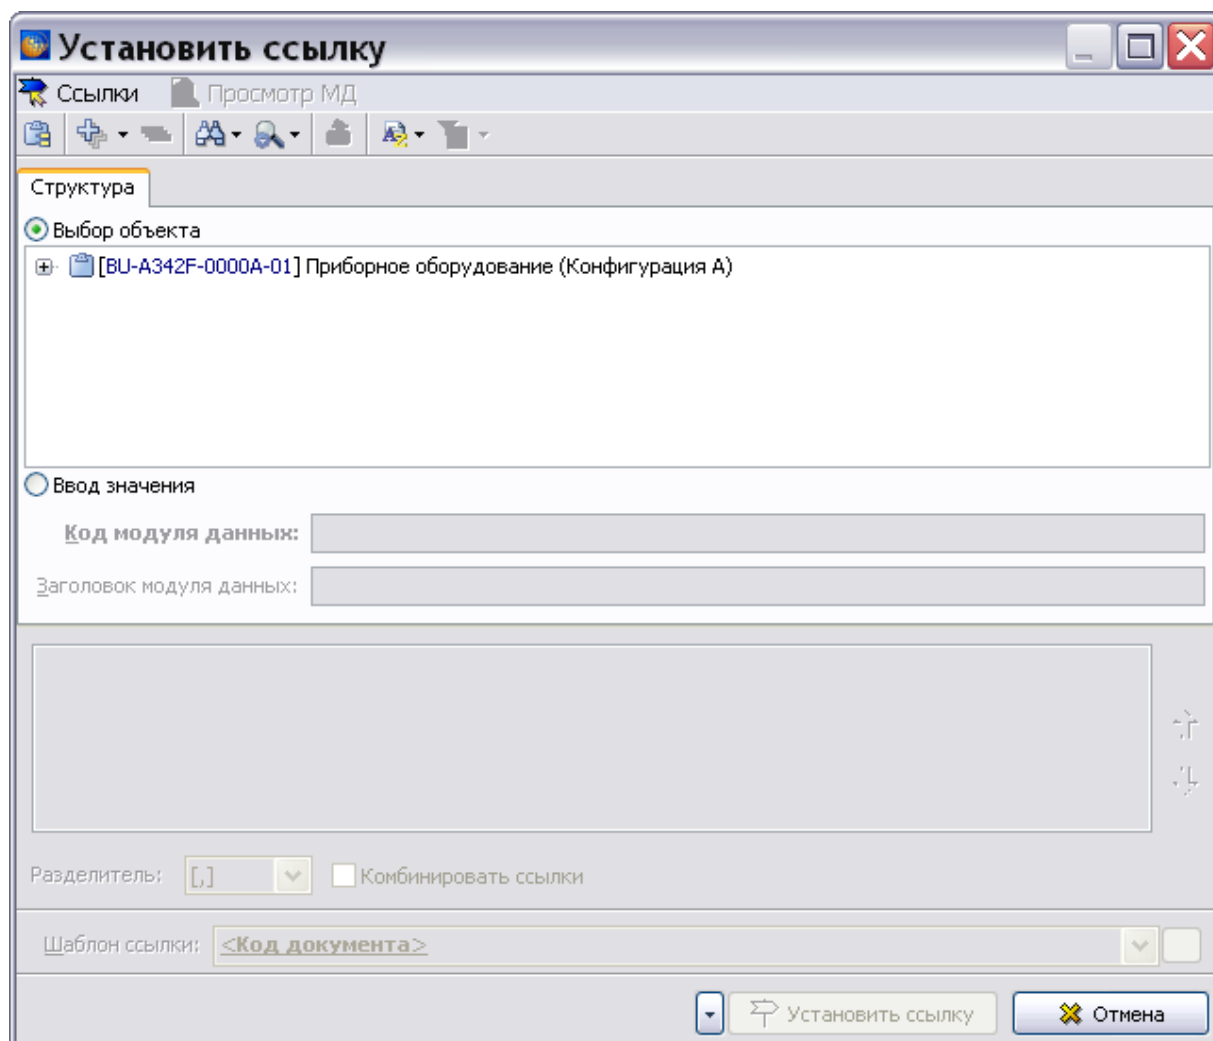

Рис. 5.239
4. Нажмите на кнопку **Выбрать**. После этого произойдет возврат в окно **Установить ссылку** (Рис. 5.239).